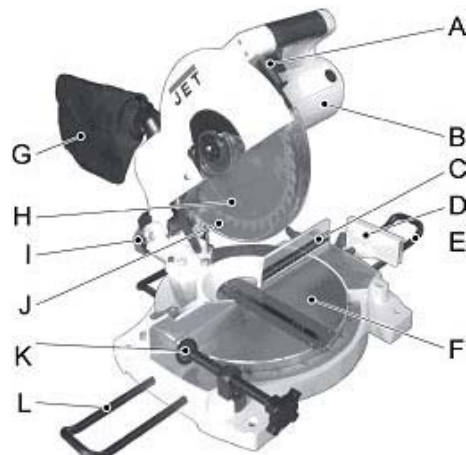

Рис. 1
Монтаж мішка для збору тирси (G, Рис.1)
- Для тирси, що викидається з під пилки, застосовуйте мішок (G, рис. 1), що додається до пилки.
- Зруште блокувальний вимикач (А, рис. 1) вбік і натисніть голову пилки повільно і рівномірно донизу.